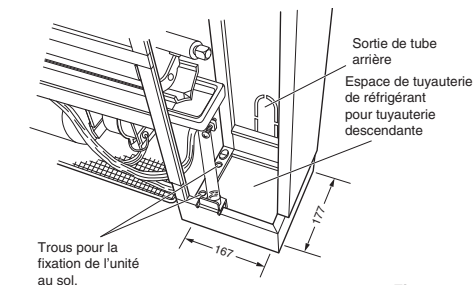

Fig. 3-112
- Quand une tuyauterie descendante est nécessaire, se reporter aux dimensions d'ouverture indiquées en Fig. 3-112.